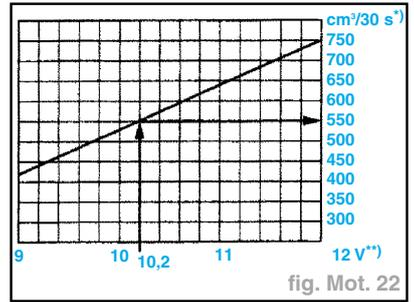

fig. Mot. 22
- Brancher le dispositif manométrique **V.A.G. 1318** avec l'adaptateur **V.A.G. 1318/10** sur la conduite d'alimentation en carburant (1).
- Ouvrir le robinet d'arrêt du dispositif manométrique. Le levier est alors orienté dans le sens du débit (A).
- Comparer la quantité de carburant refoulée avec la valeur assignée (fig. Mot. 22) :